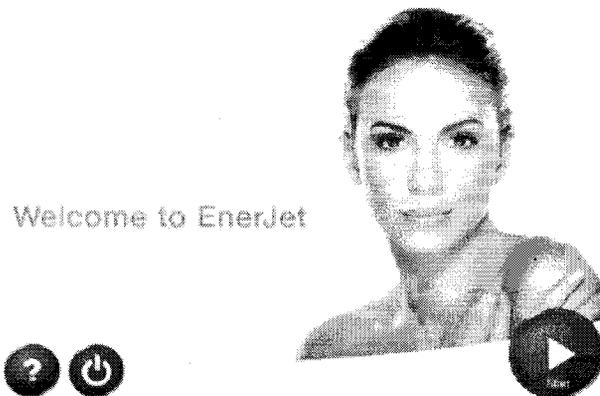
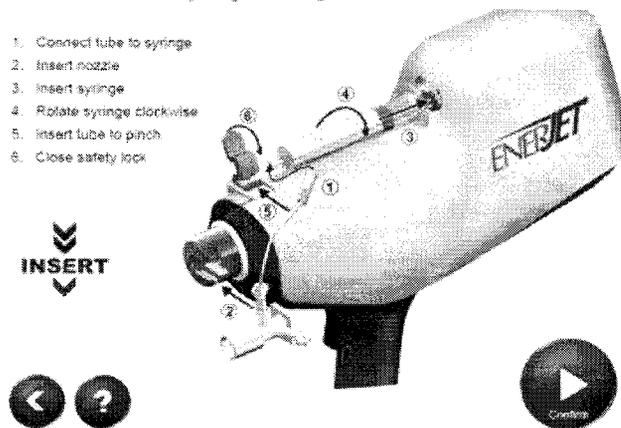

Figura 5: Pantalla de Bienvenida [Welcome]
Figura 6: Pantalla que indica "Inserte kit y jeringa nuevos" [Insert new kit & syringe]
Desde la pantalla de "Bienvenida" [Welcome] (Figura 5) presione Comenzar [Start]. Aparecerá la pantalla "Inserte kit y jeringa nuevos" [Insert new kit & syringe] (Figura 6).
6. Continúe de la siguiente manera, de acuerdo con las indicaciones (Figura 6):
1. Después de colocar el kit de tratamiento y la jeringa cargada, presione el botón **Confirmar [Confirm]** en la pantalla Montaje del Kit de Tratamiento ['Treatment Kit Assembly'] (Figura 6).